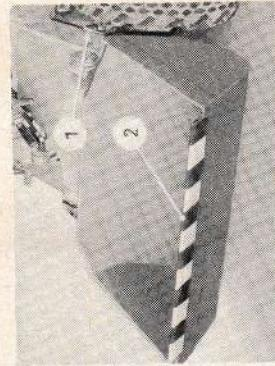

Bild 40
6.102 Auf die Schaufel ist über die Zähne der Zahnschutz (2) Bild 40 aufzusetzen und mit 2 Federn am Schaufelboden festzumachen.